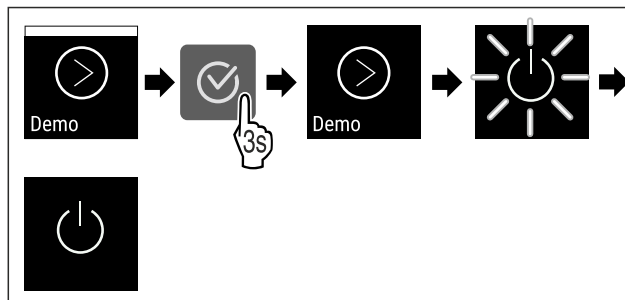

Fig. 91
- ▶ Suorita toimenpidevaiheet (katso Fig. 91) .